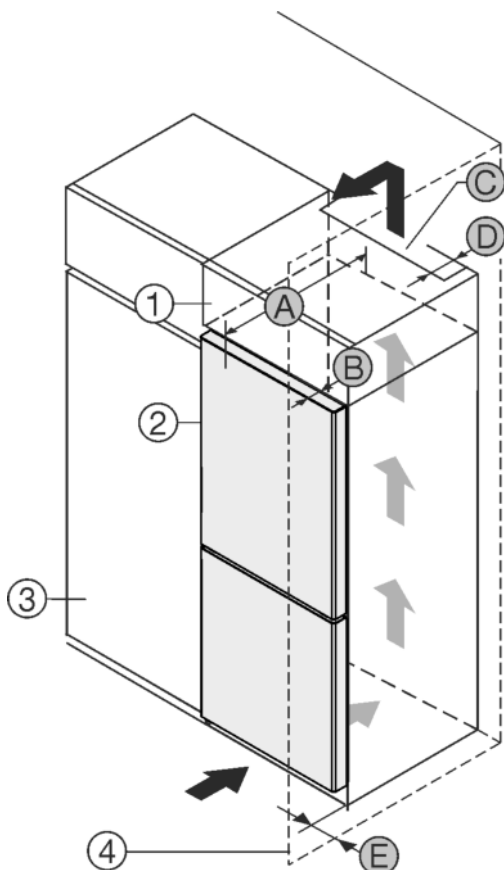

Fig. 1
- (1) Aufsatzschrank*
- (2) Gerät*
- (3) Küchenschrank*
- (4) Wand*
- (A) Gerätetiefe*
- (B) Türtiefe*
- (C) Belüftungsquerschnitt*
- (D) Abstand Geräterückseite*
- (E) Abstand zur Geräteseite*
Gerät direkt neben dem Küchenschrank Fig. 1 (3) aufstellen.*
An der Rückseite des Aufsatzschrankes muss ein Abluftschacht mit der Tiefe Fig. 1 (D) über die gesamte Aufsatzschrankbreite vorhanden sein.*
Unter der Raumdecke muss der Entlüftungsquerschnitt Fig. 1 (C) eingehalten werden.*
Wenn das Gerät mit den Scharnieren neben einer Wand Fig. 1 (4) aufgestellt wird, muss der Abstand zwischen Gerät und Wand mindestens 13 mm betragen.*
Wenn das Gerät mit den Scharnieren neben einer Wand Fig. 1 (4) aufgestellt wird, muss der Abstand zwischen Gerät und Wand mindestens 20 mm betragen.*
Um die Türe vollständig öffnen zu können, muss Gerät um die Türtiefe Fig. 1 (B) gegenüber der Küchenschrankfront vorstehen. Abhängig von der Tiefe der Küchenschränke Fig. 1 (3) und Verwendung von Wandabstandshaltern kann das Gerät weiter herausragen.*